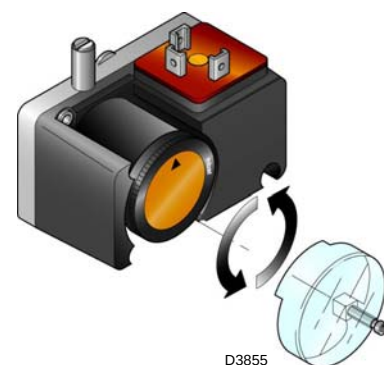

图 35
- 调节最小燃气压力开关 (图 35) 到量程的起始位置。
上述调整结束后，方才开始设定最小燃气压力开关，此前已将开关位置置于量程开始位置 (图 35)。